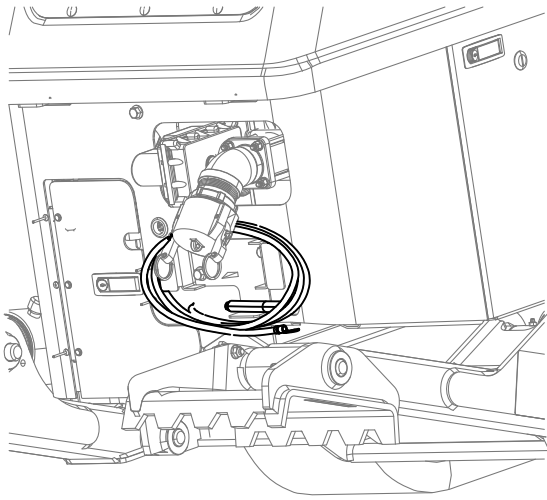

Bild 59
1. Nehmen Sie den Erdungsstab aus der Halterung an der Seite der Bedienerplattform (Bild 59).